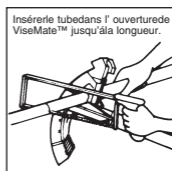

Figure 5
*Couper le morceau en excès à l'aide d'un collier de serrage Vise-mate™ (figure 5).